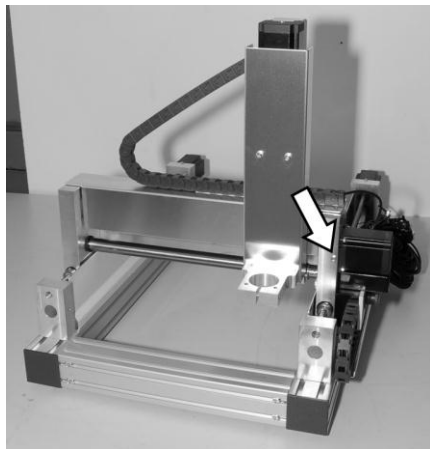

Abb. 29: Schmiernippel Y-Achse
9. Schutzkappen vom Schmiernippel der X-Achse entfernen (Abb. 29/Pfeil), falls vorhanden.